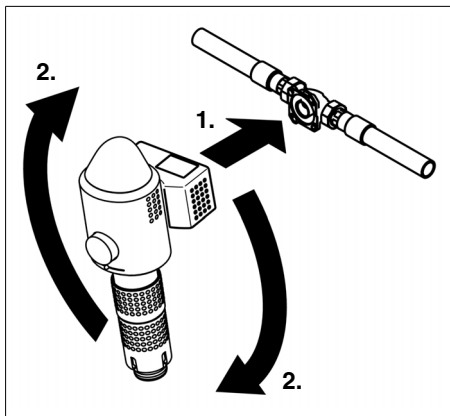

Fig. 5 : Montage de la combinaison
- Insérez la combinaison prémontée dans la bride de raccord et faites-la tourner, dans le sens des aiguilles d'une montre, jusqu'en butée. (cf. fig. 5).